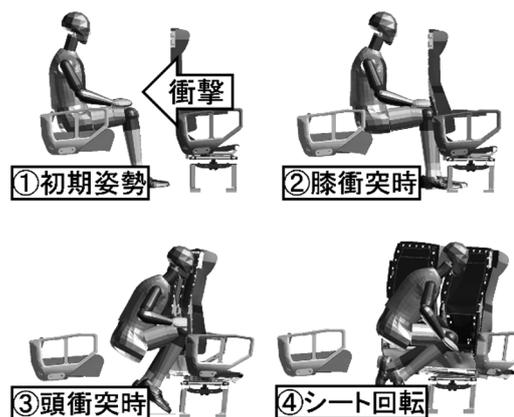

図2 ダミーモデルとシートモデルの挙動
コンピュータ上でスレッド試験を実施する数値解析により乗客の傷害と占有空間の評価を行いました。図2に示すように、国内における標準的な在来線特急車用のシートをモデル化し、①ダミーモデルを着